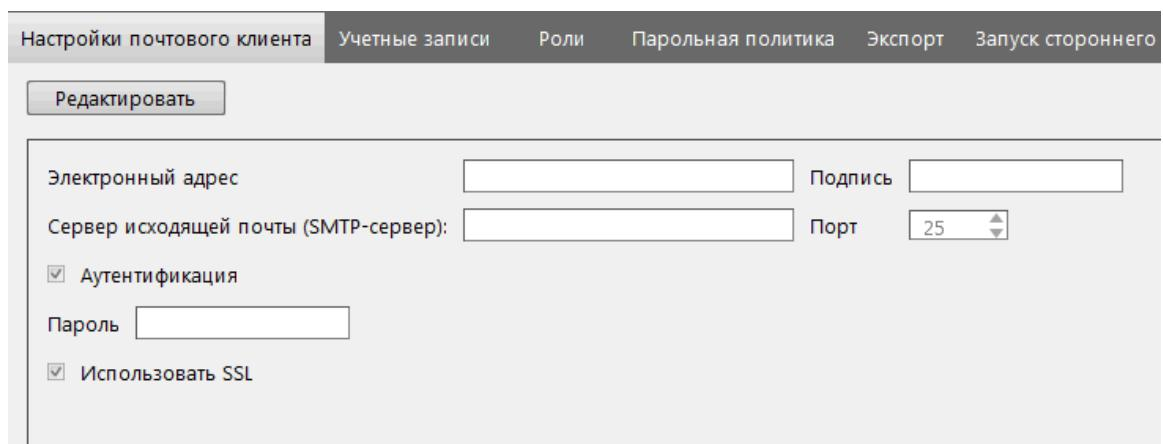

Рисунок 165 - Настройки почтового клиента
4. На вкладке **Настройка почтового клиента** нажмите **Редактировать** и заполните форму почтового клиента сервера (Рисунок 165).